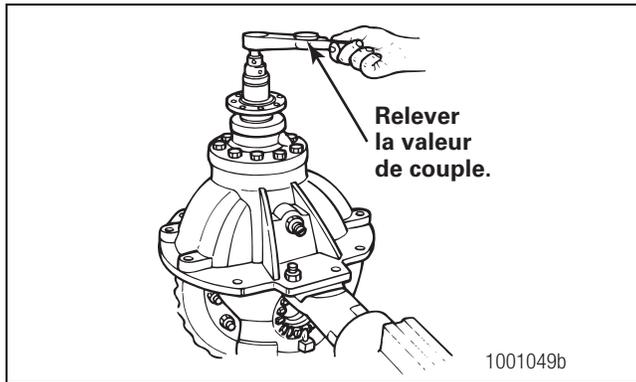

Figure 5.18
7. Placer une clé dynamométrique sur l'écrou de pignon. Faire tourner le pignon et relever la valeur indiquée sur la clé dynamométrique. Figure 5.18.